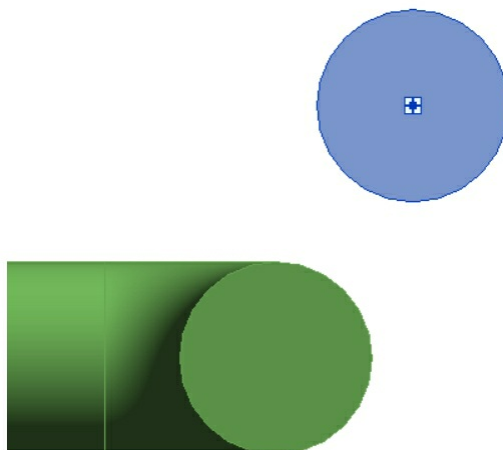

图3-89
(2) 可先选中立管转到上立面图，通过“移动”命令移动，如图3-89所示。